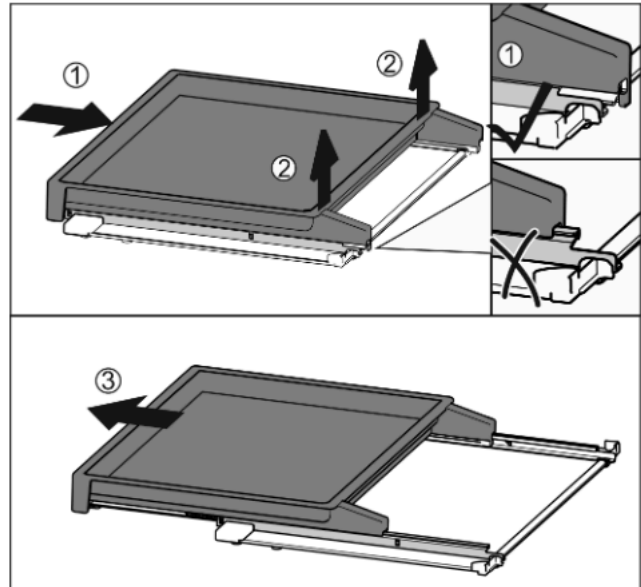

Fig. 96
- Spingere completamente il ripiano estraibile Fig. 96 (1).
- Staccare il blocco sul lato posteriore Fig. 96 (2).
- Estrarre in avanti il ripiano estraibile Fig. 96 (3).